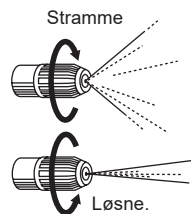

Figur 14
1. Drej cysle til "lock" side og bruge maskinen som en hovedtype. Se figur 14.